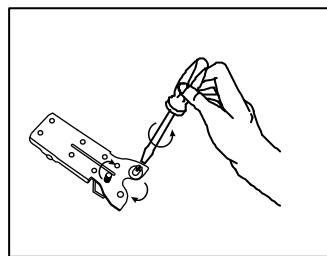

Рисунок 4.
**3** - Положите холодильник левой стороной вниз, Открутите винты, крепящие нижний шарнир и снимите его. Открутите регулирующую ножку с левой стороны холодильника и переставьте ее на правую сторону. Отвинтите шпильку и регулирующую ножку нижнего шарнира и вставьте их в следующие отверстия(Рис. 4). Затем установите шарнир на левой стороне холодильника.